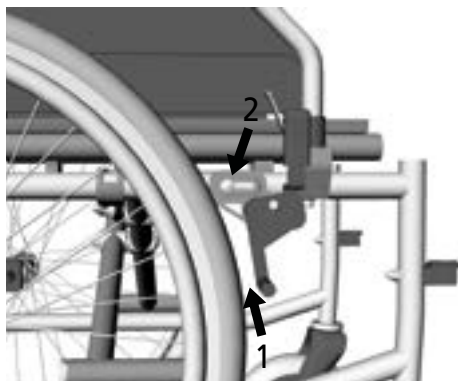

fig.28
Il telaio della sedia a rotelle presenta 5 fori per la regolazione in altezza utilizzando l'adattatore della ruota posteriore (2, fig. 28) Fori utilizzabili:
ne del freno e il copertone deve essere pari a 3–5 mm (1, fig. 28).
**Utensili:** Chiave a brugola misura 4 e chiave inglese SW10. Per regolare/correggere la distanza allentare la vite (2, fig. 28) Spingere quindi il freno nella posizione corretta. Infine, serrare nuovamente la vite e verificare il corretto funzionamento dei freni. Con il freno azionato, non deve essere possibile spostare la sedia a rotelle.